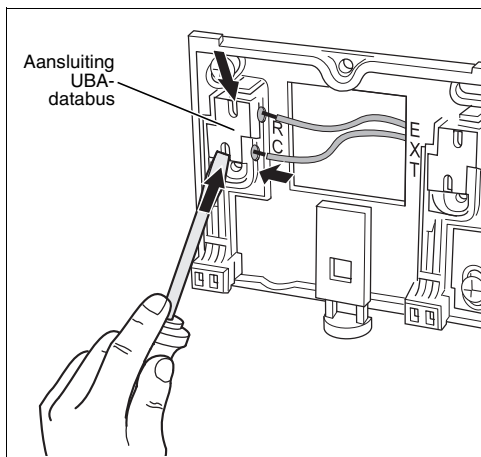

Abb. 2 Elektrische aansluitingen installeren/ loskoppelen
- Thermostaatkabel (buskabel van het cv-toestel) op de kabelklemmen "RC" aansluiten (Abb. 2). Het maakt niet uit welk draadje u in welke kabelklem bevestigt. Sluit de draden niet aan op de "EXT" aansluitingen. Verwijder een eventuele RCC module uit het toestel. Zie installatie-instructie van het cv-toestel of het cv-toestel voorzien is van een RCC module. Tijdens het aansluiten op het cv-toestel de betreffende montage- en onderhoudshandleiding van het cv-toestel aanhouden.
- Met een schroevendraaier in de gleuf van de kabelklemmen drukken om de kabels naar binnen te leiden of los te maken (Abb. 2).